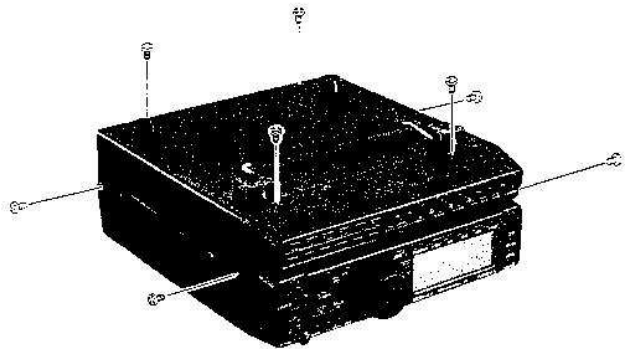

Figura 1: Quitar la tapa inferior
- ☐ Coloque el aparato sobre la mesa boca abajo y con la parte de atrás enfrente suyo, quite los ocho tornillos que aseguran la tapa inferior y sáquela (Figura 1).